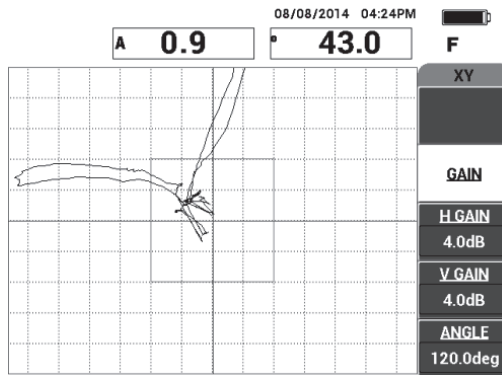

Figura 6-7 Rastreamento sobre descolamento
3. Rastreie sobre os descolamentos próximos e distantes da lateral e, em seguida, enquanto se mantém a sonda em movimento sobre os descolamentos, pressione a tecla FREEZE () [veja Figura 6-7 na página 136].